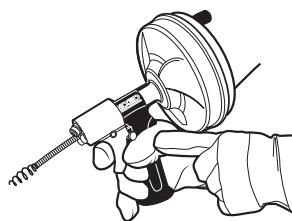

Figure 5
1. Introduire le câble dans la conduite. Tenir l'appareil aussi près que possible de celle-ci. Appuyer sur la gâchette et sur le bouton de verrouillage pour verrouiller le système d'avancement automatique AUTOFEED® (Figure 5).